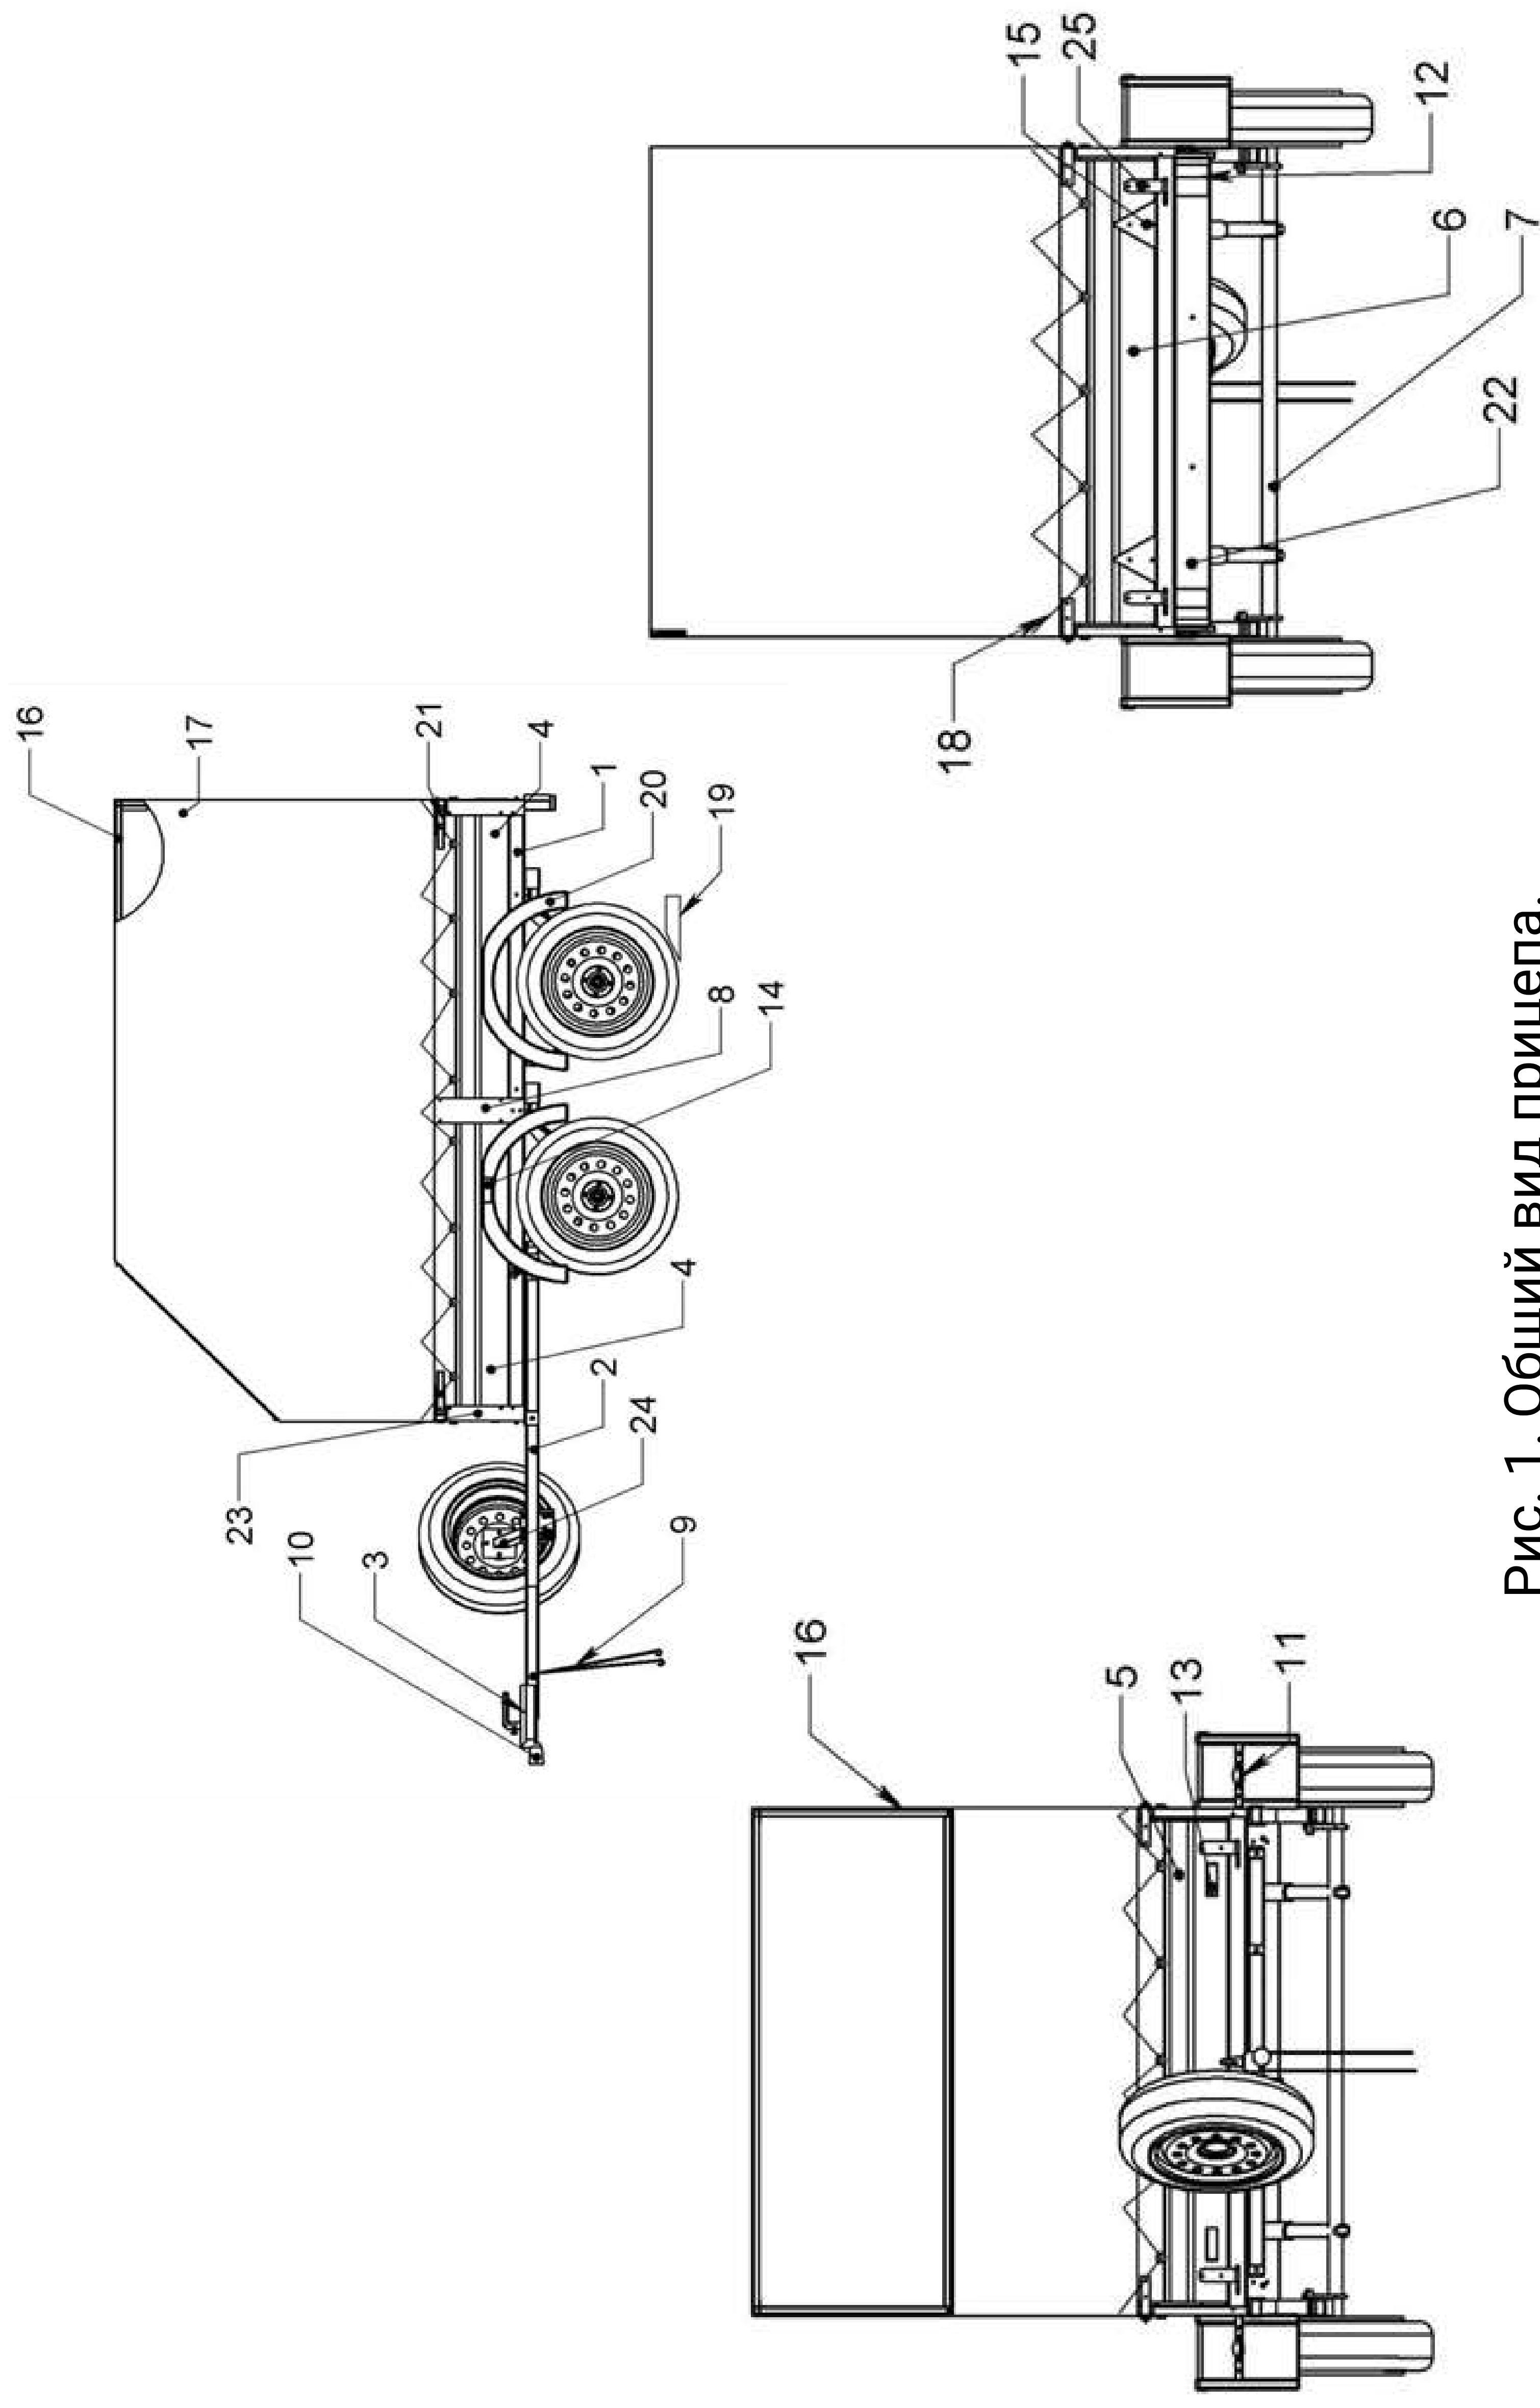

Рис. 1. Общий вид прицепа.
4.1. Общий вид прицепа и его составные части показаны на рис.1.
4.9.Кронштейн борта промежуточный 8 (рис.1) предназначен для крепления боковых бортов к раме прицепа..
4.11.Упоры противооткатные 19 (рис.1) обеспечивают неподвижность прицепа полной массы на подъемах и спусках с крутизной уклона до 18% (подкладываются на стоянках под его колеса) неограниченное время без применения дополнительных внешних приспособлений.